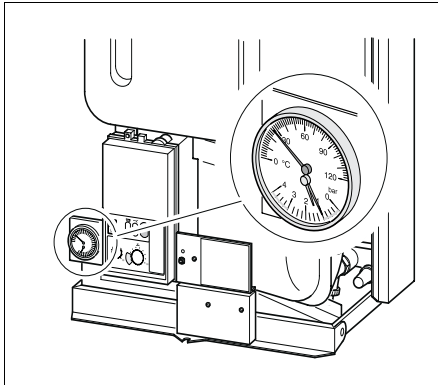

Abb. 5 Wasserdruck prüfen
2. Überprüfen Sie den Wasserdruck an der Wasserdruckanzeige (Abb. 5).